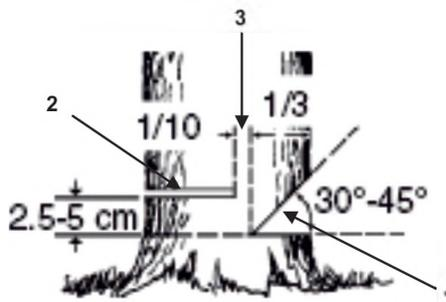

Рис. 15
4. Выберите направления падения дерева, для этого следует учесть силу и направление ветра, естественный наклон дерева, равномерность распределения веток в кроне дерева. Начните пилить с той стороны дерева, куда оно должно упасть (Рис. 15)